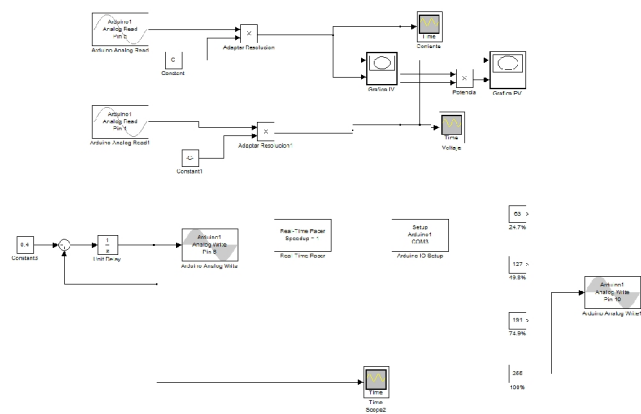

figura 4
7. Matlab es un programa informático muy utilizado entre la comunidad científica y uno sus subprogramas es simulink. Se pueden hacer diagramas de bloques para posteriormente simularlos(figura 4). Tiene un módulo que nos proporciona para poder trabajar arduino en simulink.